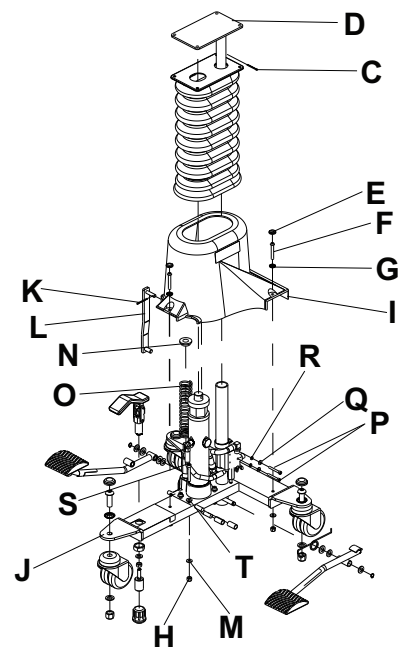

Figure 2 – Base
2. À l'aide d'une pince à becs fins, retirer la goupille fendue (C) qui fixe l'ensemble soudé de plaque de montage (D) à la tige du vérin (Figure 2). Retirer l'ensemble soudé de plaque de montage.
3. À l'aide d'un petit tournevis plat, retirer les trois capuchons de protection (E) des vis du capot de la base (F).
4. À l'aide d'une clé mixte de 7/16 po et d'une clé à six pans de 5/32 po, retirer les trois vis du capot de la base (F), les rondelles (G, M) et les écrous (H) qui fixent le capot (I) à l'ensemble soudé de la base (J).
5. À l'aide d'une pince à becs fins, retirer la goupille fendue (K) qui fixe l'axe de liaison de la pompe (L) au piston de la pompe.
6. À l'aide d'un outil de compression à ressort de pompe (1210-001-003), appuyer sur le guide de ressort du vérin (N) et le ressort du vérin (O).
7. À l'aide d'un grand tournevis à fente, faire levier sur l'axe de liaison de la pompe (L) depuis le haut du ressort du vérin et de la base du vérin pour le retirer.
10. À l'aide d'une clé à six pans de 5/32 po, retirer les deux boulons (P), les rondelles d'arrêt (Q) et les rondelles plates (R) qui fixent l'ensemble de valve à l'ensemble soudé de la base.
4. À l'aide d'une clé mixte de 7/16 po et d'une clé à six pans de 5/32 po, retirer les trois vis du capot de la base (F), les rondelles (G, M) et les écrous (H) qui fixent le capot de la base (I) à l'ensemble soudé de la base (J).